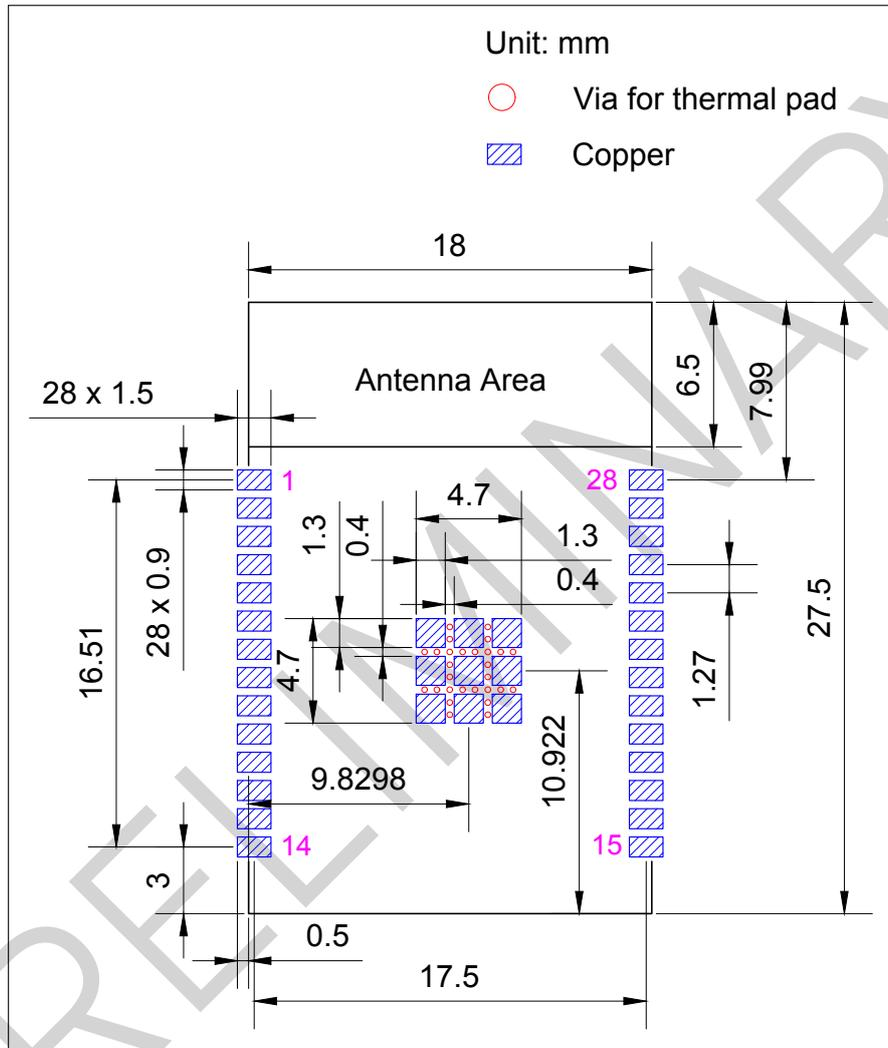
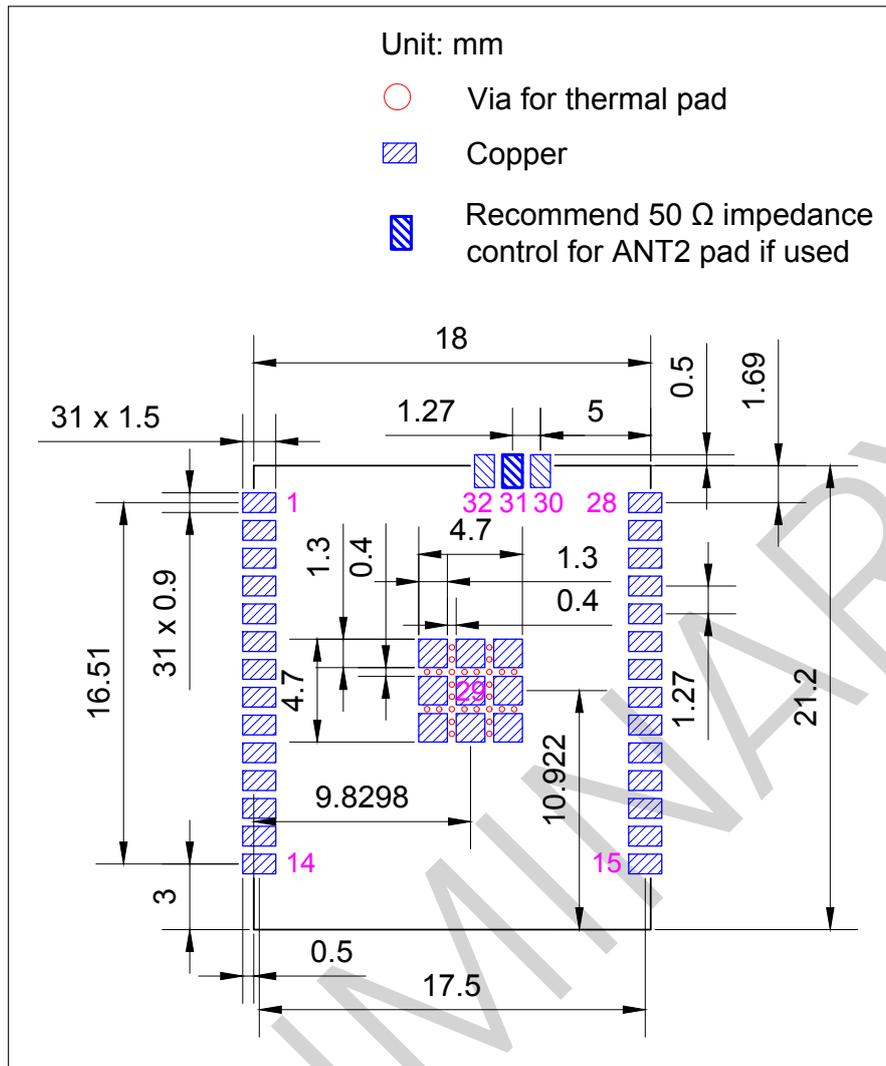

图 13: ESP32-C5-WROOM-1 推荐 PCB 封装图形
图 14: ESP32-C5-WROOM-1U 推荐 PCB 封装图形
- 推荐 PCB 封装图，标有 PCB 设计所需的全部尺寸。详见图 13 ESP32-C5-WROOM-1 推荐 PCB 封装图形和图 14 ESP32-C5-WROOM-1U 推荐 PCB 封装图形。